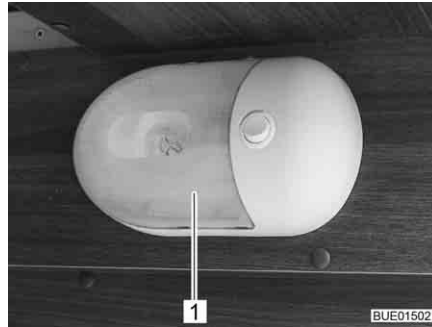

Bild 302 Lastlampa
- Tryck försiktigt samman den transparenta kåpan (Bild 302,1) på båda sidor, dra lätt bort den från brytaren och ta bort den framifrån.